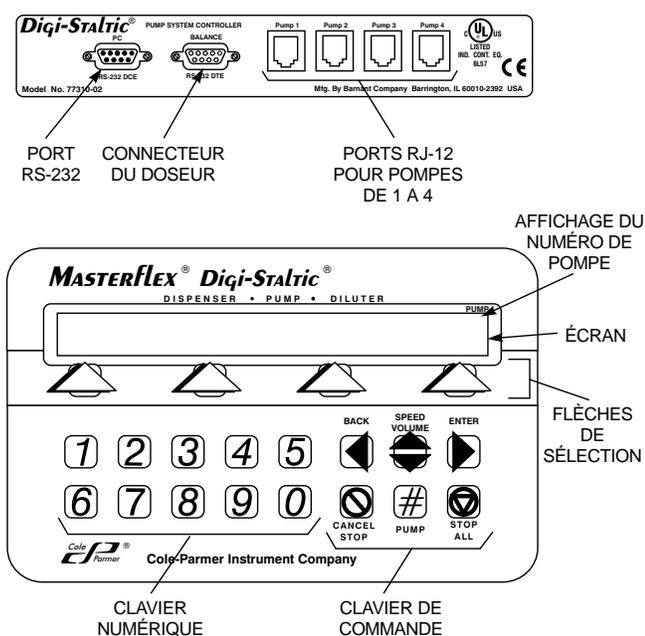
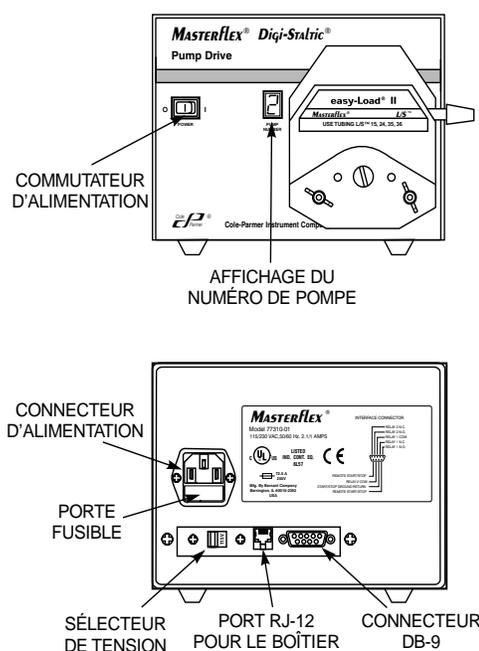

Figure 2. Boîtier de commande
Figure 3. Indicateurs, connecteurs et commandes de l'entraînement de pompe
La figure 2 décrit toutes les commandes, indicateurs et connecteurs du boîtier. Tous les connecteurs sont situés à l'arrière du boîtier. La figure 3 représente un entraînement de pompe, le commutateur d'alimentation et l'écran se trouvant sur le panneau avant du boîtier ainsi que les connecteurs du panneau arrière. Le tableau 2 répertorie toutes les commandes opérateur et indicateurs.
Une fois le boîtier de commande et les entraînements de pompe connectés, les entraînements branchés à une source de courant alternatif, le système peut être mis sous tension. Reportez-vous à la figure 2 pour mettre le commutateur POWER (alimentation) d'un des entraînements de pompe en position On (I). Le numéro de pompe s'affiche sur l'écran à cristaux liquides. L'écran d'accueil s'affiche sur le boîtier de commande.